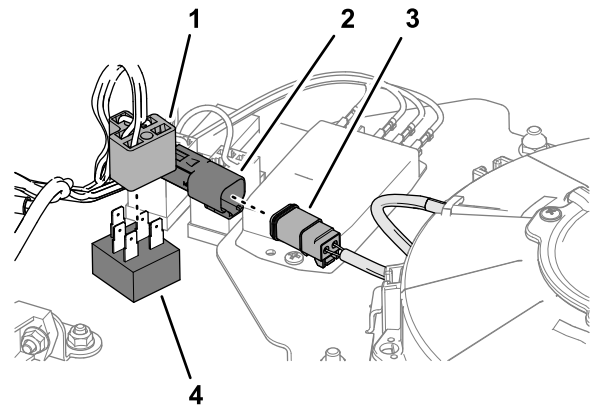

Figura 10
4. Collegate il connettore a 5 pin dell'interruttore della ventola al connettore a 5 prese del cablaggio preassemblato del kit (Figura 10).
5. Collegate il connettore a 2 pin del cablaggio preassemblato del kit nel connettore a 2 prese del cablaggio della ventola di raffreddamento (Figura 10).